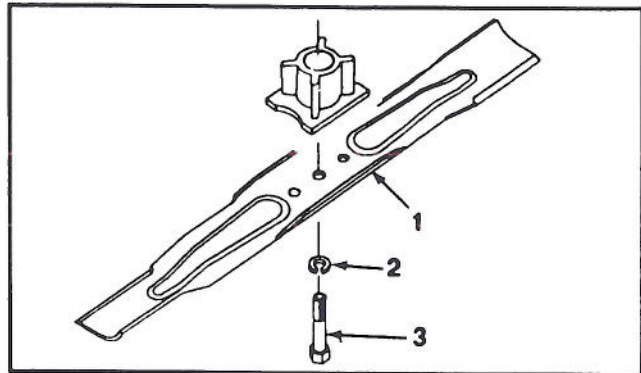

Figure 19
5. **DÉPOSE DE LA LAME** – Saisissez l'extrémité de la lame en vous servant d'un chiffon ou d'un gant bien rembourré. Enlevez la vis à tête, la rondelle de blocage et la lame (fig.19).